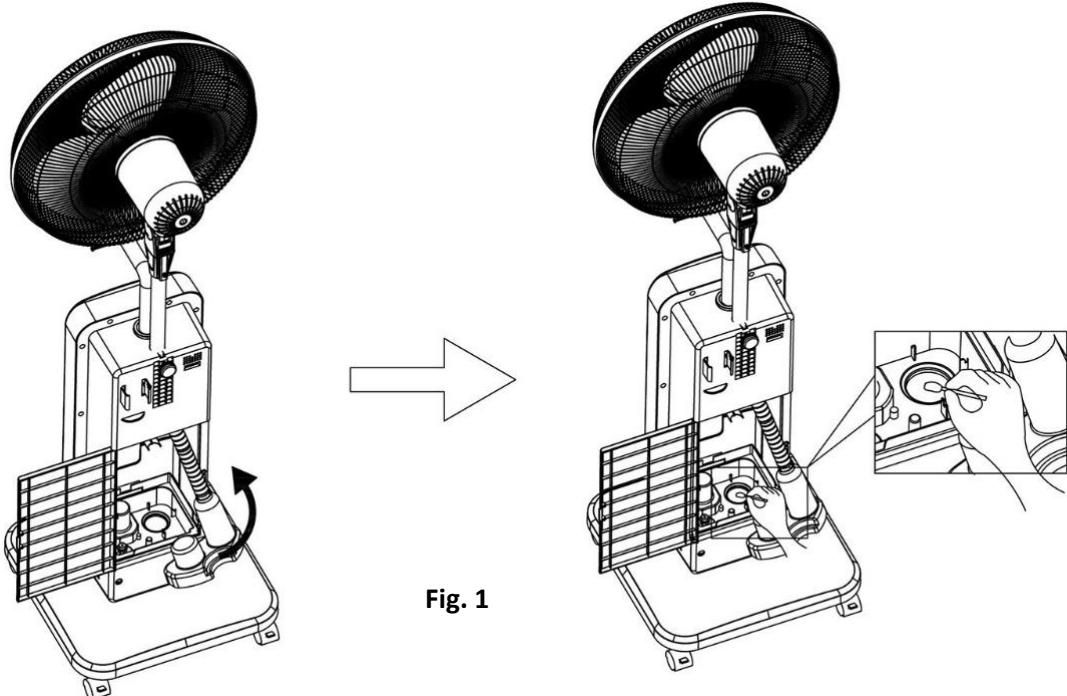

Fig. 1
4. Veeg de ultrasone triller voorzichtig schoon met een wattenstaafje dat in een reinigingsmiddel is gedopt. (Fig. 1)